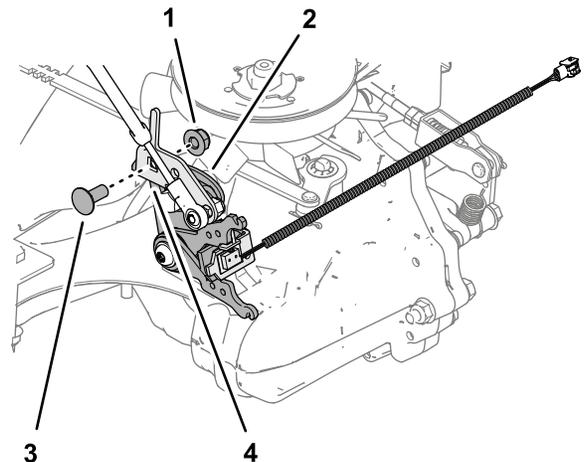

Bild 28
- Montieren Sie die Getriebehalterung mit der Schlossschraube und der Sicherungsbundmutter auf dem Rückführ-Steuerarm (Bild 28)